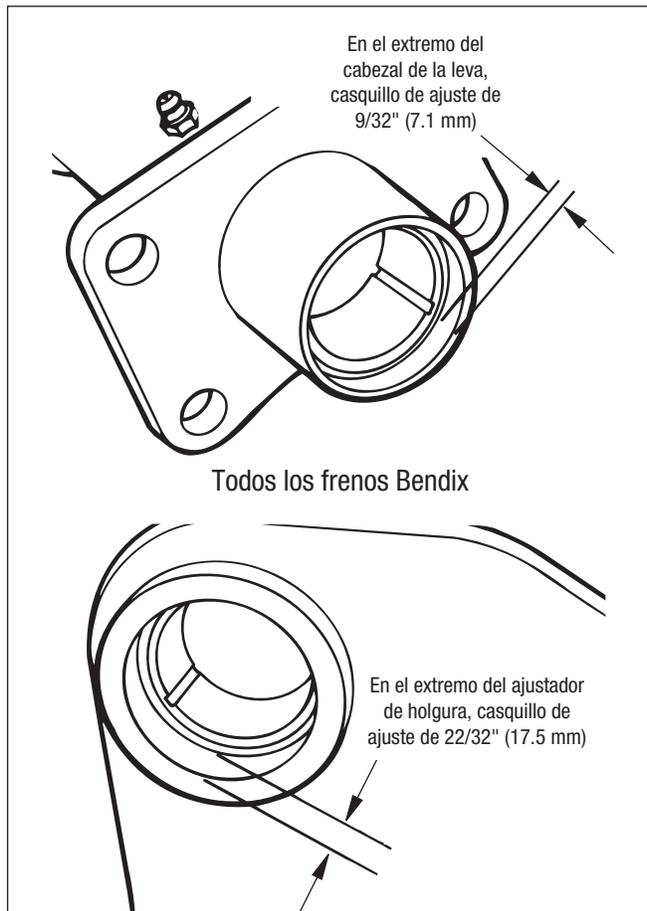

Figura 42 - Instalación del casquillo del soporte de la cámara de aire
4. Instale casquillos nuevos en el soporte de la cámara de aire (ejes de transmisión y dirección) con un destornillador guiado adecuado. Para las especificaciones de identificación e instalación, consulte la figura 42.